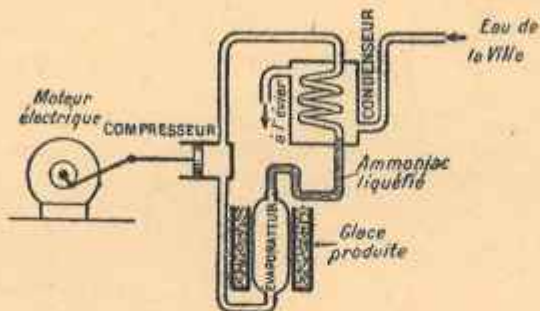

FIG. 135.
Signalons, pour terminer, l'existence d'un second type de *réfrigérateur*, le réfrigérateur à compression, qui, à l'inverse du réfrigérateur à résistance chauffante (§ 65), emploie un petit moteur électrique. La figure 135 se borne à schématiser (sans aucun détail) la suite des opérations. Le compresseur envoie de l'ammoniac (2) sous pression dans un condenseur, où circule un courant d'eau; le gaz se liquéfie, puis il s'évapore, en produisant du froid, qui sert à fabriquer de la glace. Le gaz retourne au compresseur et le cycle des opérations recommence. Bien que cet appareil n'exige comme entretien que les soins habituels aux moteurs, il n'est pas parfaitement silencieux, mais son fonc-
(1) Il faut prévoir, en outre, 1 500 watts pour le chauffe-eau. Si la canalisation ne permet pas une telle puissance, on pourra faire usage d'un chauffe-eau à gaz.
(2) On utilise aussi le gaz sulfureux et le chlorure de méthyle. Il y a (1941) 20 000 armoires frigorifiques dans la région parisienne.